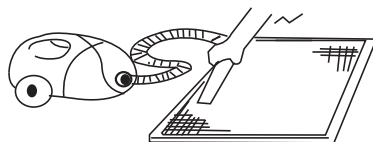

Рис. 61.
- При чистке фильтра пылесосом держите его загрязненной поверхностью вверх (рис. 61).